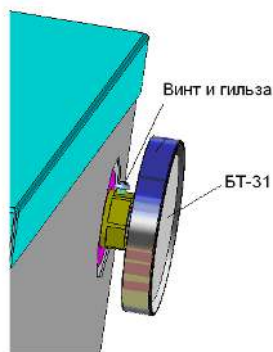

Рис.7 Термометр для котлов КС-Т-11п и КС-Т-15п
5.3.2 На котлы КС-Т-11п и КС-Т-15п установить на боковую поверхность термометр БТ-31 (табл.2). С термометра БТ-31 снять винт М3 и гильзу (рис.7). Резьбовую часть гильзы уплотнить лентой ФУМ, закрутить в бобышку в котле. Термометр БТ-31 надеть на гильзу и закрепить винтом М3.